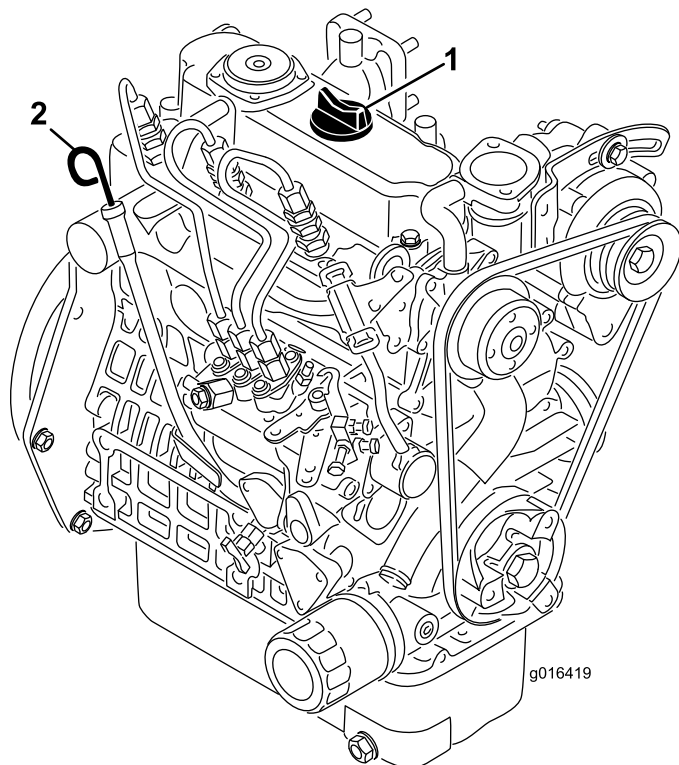

図 22
2. ディップスティックを抜き、ウェスで一度きれいに拭く (図 22)。ディップスティックを、首の根元までもう一度しっかりと差し込む。首から引き抜いて油量を点検する。油量が足りなければ、バルブカバーについている補給口のキャップを取り、ディップスティックの FULL マークまで **ゆっくりと** 補給する。補給するときは、ディップスティックで確認しながら少量ずつ入れてください。**入れすぎないこと。**